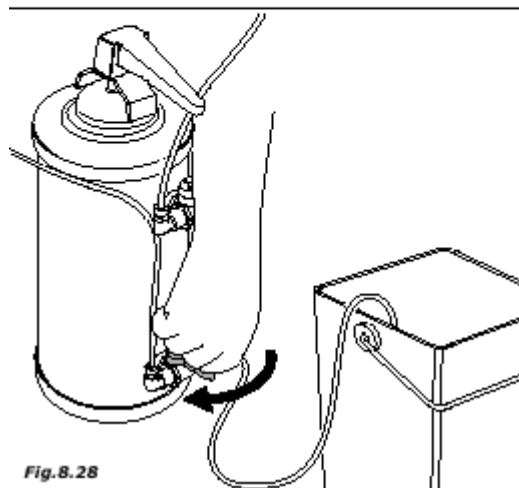

Fig. 8.28
- выключите аппарат и закройте вентиль (рис. 8.28).